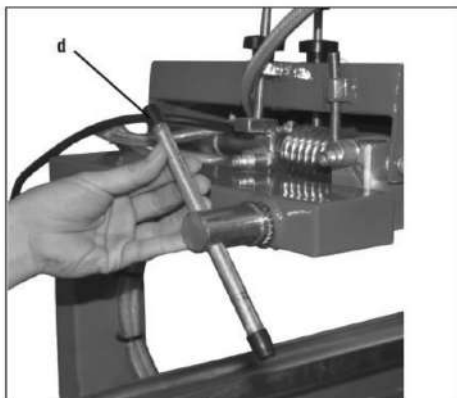

Рис. 5
5. Для удобства транспортировки головная часть станка с мотором была разъемна с рамой. Установите головную часть станка с мотором на раму. Для этого вставьте ось головной части в отверстие рамы и зафиксируйте гайкой с ручкой-воротком d (рис. 5).